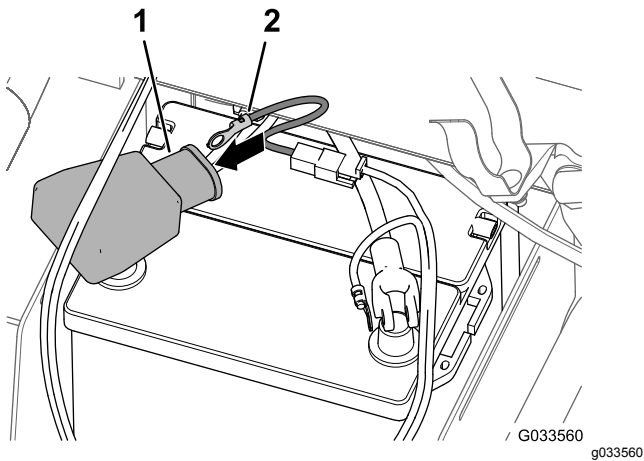

図 29
4. 図 29のように、ヒューズ付きリンクスプレーヤ用ワイヤハーネスのリング端子を、幅広のバッテリーカバーに通す。